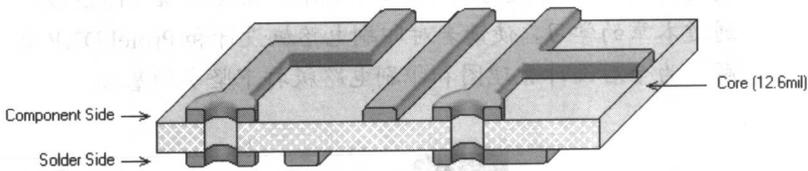

图 1-2 单层板结构示意图
(1) 单层板: 即只有一面敷铜而另一面没有敷铜的电路板。通常元器件放在没有敷铜的一面, 敷铜的一面主要用于布线和焊接, 如图 1-2 所示。